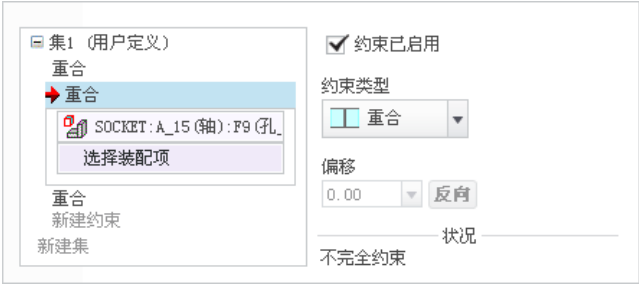

图 6.4.8 “元件放置”操控板
Step2. 选取缺少的参考：此时系统弹出图 6.4.8 所示的“元件放置”操控板，从该操控